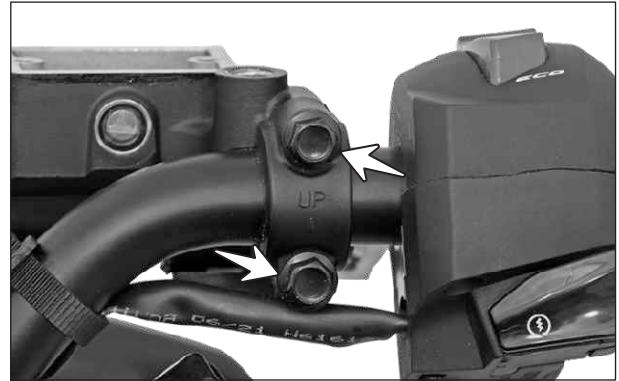

Fig. 6.42
- Retire el cilindro maestro retirando los 2 tornillos del soporte del cilindro. (Fig. 6.42)